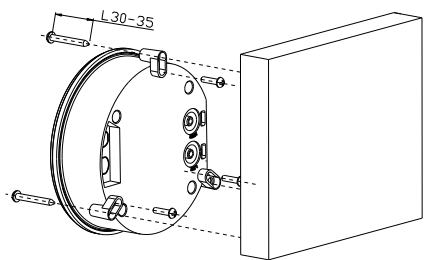

图 3
- (2) 方式二，如图 3，把 3 个脚垫安装在产品背部，再用长度 30-35mm 的 4mm 自攻螺钉将产品固定在安装平面上。